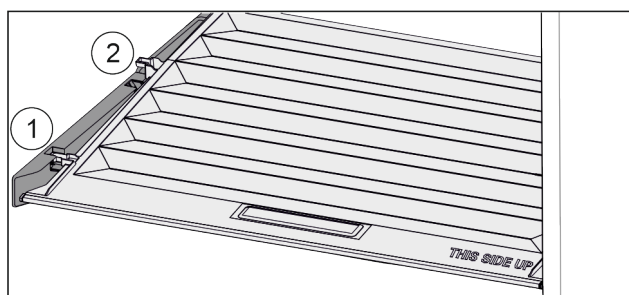

Fig. 124
- ▶ Издърпайте напред Fig. 124 (1) капака до отвора в задържащите части.
- ▶ Повдигнете го отзад отдолу и отстранете Fig. 124 (2) нагоре.